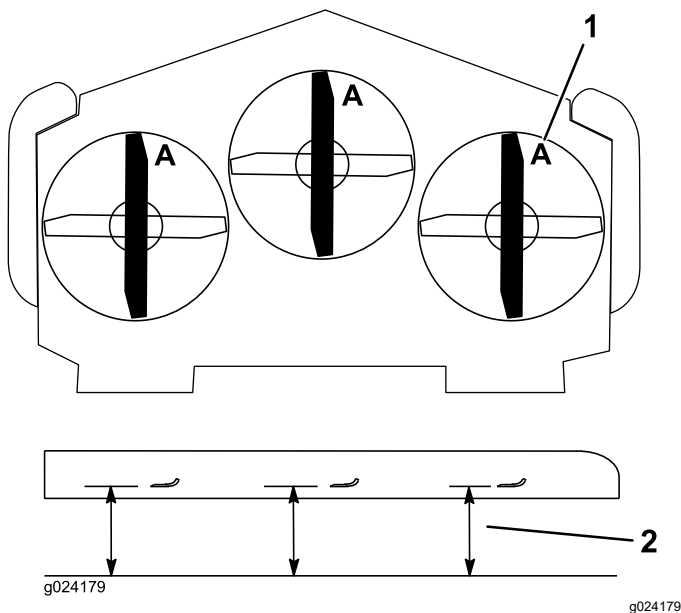

Figure 81
3. Tournez les lames dans le sens longitudinal (Figure 81).
4. Mesurez la distance entre la surface plane et le tranchant (position **A**) des lames (Figure 81).